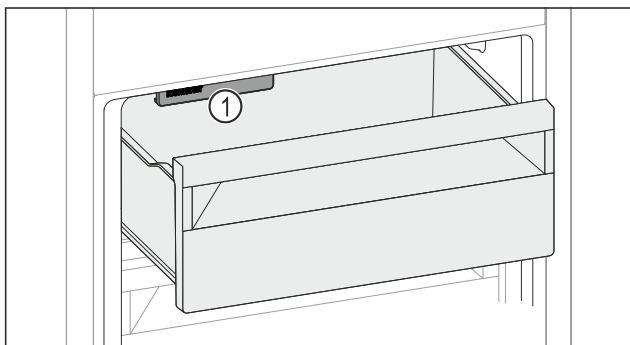

Fig. 223
- ▶ Dávejte pozor na IceMaker Fig. 223 (1).